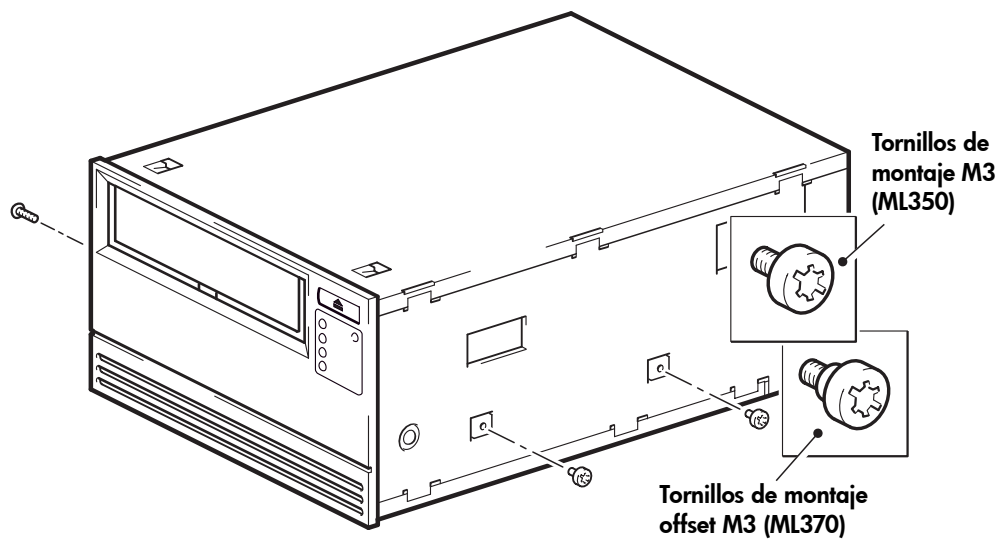

Figura 5b: acoplamiento de los tornillos de montaje en un servidor HP ProLiant 350 o 370 típico
- 1 Utilice un destornillador T8 Torx para fijar los tornillos adecuados. Puede que necesite adquirir los tornillos M3 por separado. Coloque los tornillos, cómo se muestra en la Figura 5b.